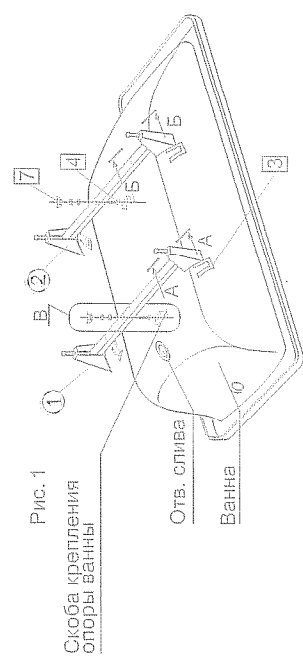

Рис. 1
1. Установите болты М10х50 с гайками М10 на обе опоры, как показано на рис.1 (разрез А-А, Б-Б).
4. Установите опору с маркировкой «1» со стороны отверстия слива (см. рис. 1 разрез В и рис. 2): наденьте опору на установленный в отверстие скобы болт М6х30, предварительно установив прокладку на радиусные поверхности опоры.